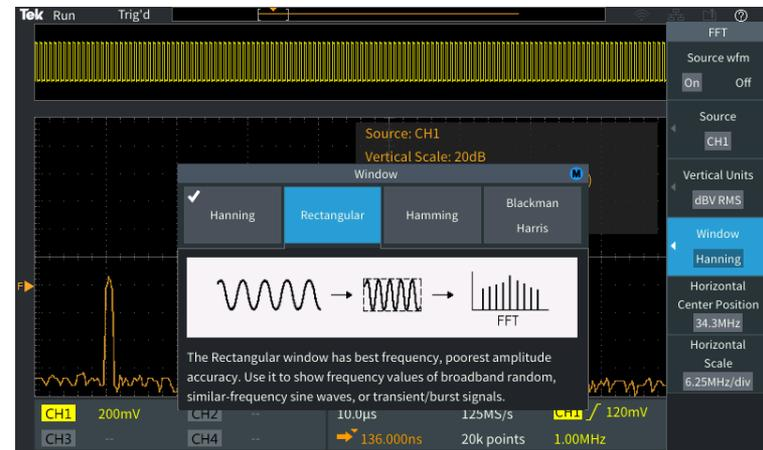

图 2. HelpEverywhere 指示帮助FFT 设置. 您将在接下来的指导中看到更多的类似指示.
4. 当今后你使用 Trigger, Measure, 和 Cursor 功能时, 可以看到 HelpEverywhere 指示就在特定菜单旁 (图 2).